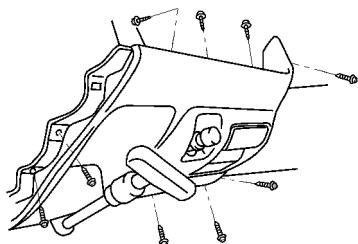

图 17-118 拆下 9 个螺钉和下部中央罩板
(13) 拆下部中央罩板。拆下 9 个螺钉和下部中央罩板，如图 17-118 所示。